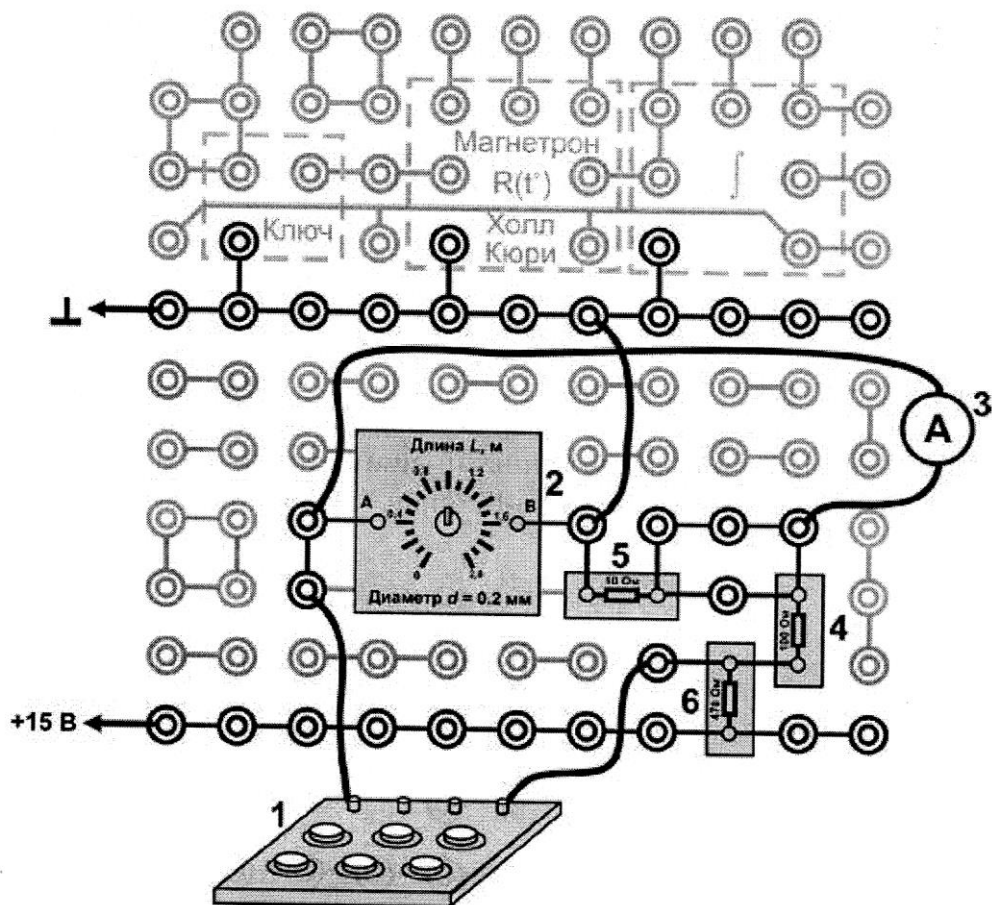

Рис. 3.6. Монтажная схема измерения сопротивлений методом моста Уитстона: обозначения 1, 2, 3, 4, 5, 6 – см. рис. 3.2
1. Собрать монтажную схему (см. рис. 3.6).